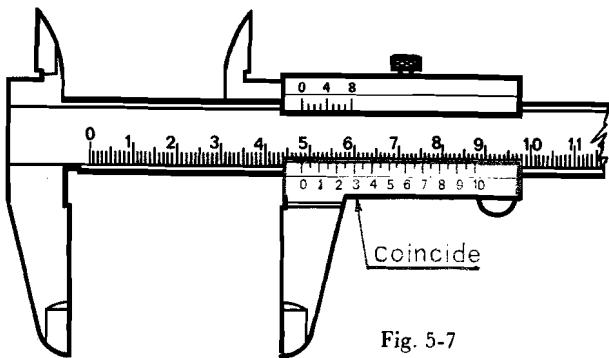

Fig. 5-7
3.2. División del nonio.—El nonio está dividido en 20 partes limitadas por rayitas largas y cortas (fig. 5.7). Las largas aprecian una décima = 0,1 mm.) y las cortas media décima = (0,05 mm.).
3.4. Ejemplos.—En la (fig. 5.7) el 0 señala 48 mm. y en el nonio coincide la rayita larga N.º 3. La medida total es 48,3 mm.